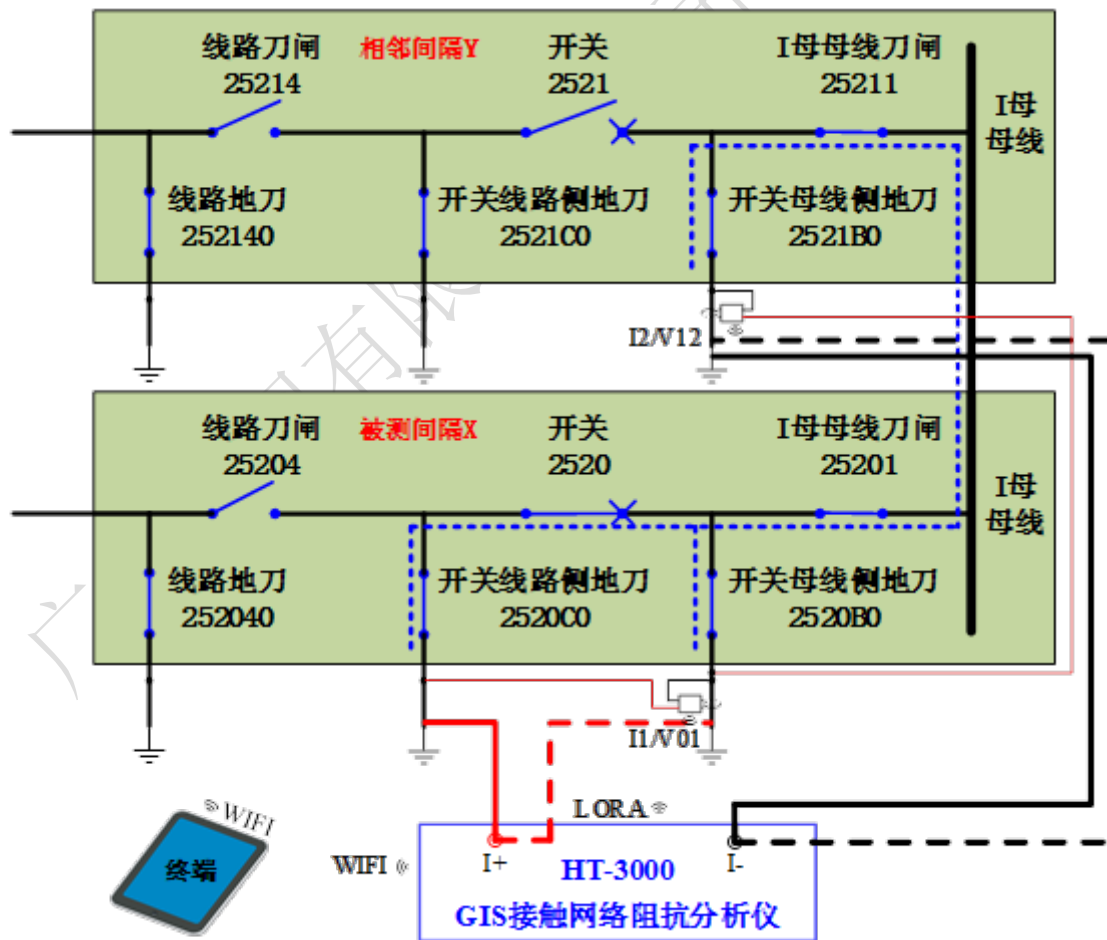
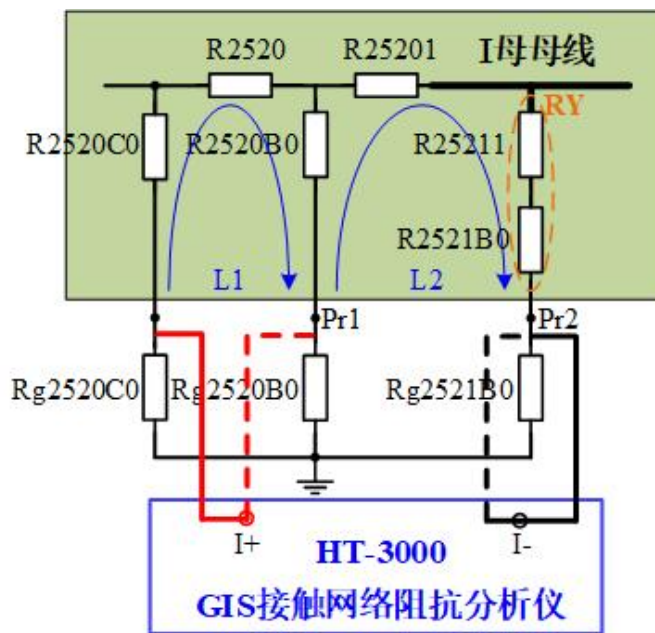

图 6 GIS 接触网络阻抗分析仪两间隔测试原理示意图
图 7 GIS 两间隔测试等效电阻网络
当停电间隔数量只有 2 个时，在间隔之间构建如图 6 蓝色虚线所示的 T 型网络，图 7 所示为其等效电阻网络。对这个电阻网络的施加两次不同的激励，并在出线端和地刀接地点处测量电压和电流，具体如下，
- 第一次施加激励：在被测间隔地刀 XC0 和相邻间隔地刀 YB0 的接地处之间连接电源，如图 6 红色和黑色粗实线所示；
- 第二次施加激励：在被测间隔地刀 XB0 和另一相邻间隔地刀 ZB0 的接地处之间连接电源，如图 6 红色和黑色粗虚线所示。
每次施加激励时，在图 6 所示的两个地刀接地点处测量电流（在被测间隔地刀 XB0、相邻间隔地刀 YB0 处测量电流），在测试时以电流流入 GIS 设备作为电流正方向。在如图 6 所示的三个地刀接地点处两两测量电压（在被测间隔地刀 XC0 与地刀 XB0、被测间隔地刀 XB0 与相邻间隔地刀 YB0 之间测量电压）。
对于每一次施加激励，都可以对图 7 所示的 L1、L2 和 L3 三个回路列写回路电流方程，因此，施加两次不同的激励，可以得到 6 个回路电流方程，且这 6 个回路电流方程不具有相关性，如式(3)，其中下标带 A1 的各个变量为第一次施加激励时通过无线钳表测得的电压和电流数据，下标带 A2 的各个变量为第二次施加激励时通过无线钳表测得的电压和电流数据。通过解此方程可以保证解得地刀 XC0 电阻与开关 X 电阻之和，地刀 XB0 电阻、母线刀闸 X1 电阻与相邻间隔的母线刀闸及开关母线侧电阻之和。结合第一步间隔内部的测试已经单独得到地刀 XC0 的电阻，以及此时得到的地刀 XC0 电阻与开关 X 电阻之和，即可得到开关 X 单独的电阻。需要说明的是，由于母线刀闸 X1 与相邻间隔的母线刀闸及开关母线侧电阻始终构成串联支路，无法单独获得母线刀闸 X1 的电阻。但是，考虑到母线停电的情况，母线 PT 所在的间隔是确定可以利用的间隔，如果能提前单独测得母线 PT 所在间隔对应的刀闸和地刀的电阻，即可以测出被测间隔全部电阻。